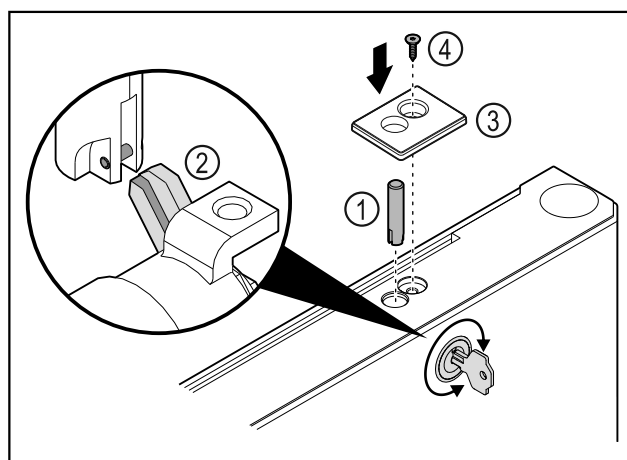

Fig. 37
► Colocar el perno de cierre Fig. 37 (1).
► Girar ligeramente la cerradura para que el perno de cierre Fig. 37 (2) encaje en la ranura de la cerradura.
► Colocar la cubierta Fig. 37 (3).
► Colocar el tornillo Fig. 37 (4).